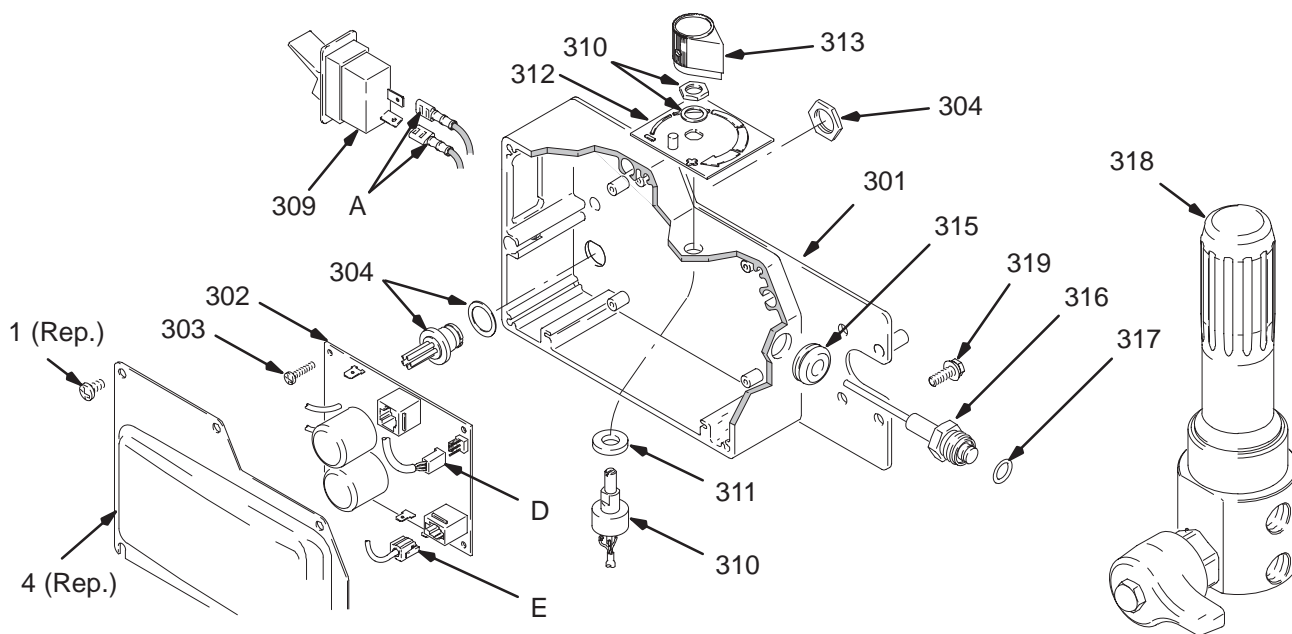

Fig. 15
2. Fig. 15. Enlever les cinq vis (307) et le capot (322).
3. Débrancher les deux fils (A) sur le commutateur MARCHE/ARRÊT (309).
4. Appuyer sur les deux ergots de chaque côté de l'interrupteur MARCHE/ARRÊT (309) et le démonter.
- Fig. 15. Enlever les cinq vis (307) et le capot (322).
- Débranchement sur la platine de commande (302):
- Fil (D) du potentiomètre.
- Fil (E) du capteur.
- Deux fils rouges (A) sur commutateur MARCHE/ ARRÊT (309).
- Retirer les quatre vis (303), le fil de terre vert et la platine de commande (302).
- Fig. 15. Remettre la platine de commande (302) en place avec les cinq vis (303).
- Branchement de la platine de commande (302):
- Fil (E) vers capteur.
- Fil (D) vers potentiomètre.
- Fixer le capot (322) avec cinq vis (307).
- Débrancher le fil (E) de la platine de commande (302).
- Retirer les trois vis (319) et le filtre produit (318) du panneau (301). Tirer le connecteur du capteur avec précaution en le faisant passer à travers le passe-fil en caoutchouc (315).
- Enlever le capteur de pression (318z) et le joint torique (318aa) du corps de filtre (318).
- Fig. 15. Remonter le joint torique (317) et le capteur de pression (316) dans le corps de filtre (318). Serrer à 40,7–47,5 N.m.
- Enfiler le connecteur du capteur dans le passe-fil en caoutchouc (315). Remonter le filtre produit (318) sur le panneau (301) en le fixant avec trois vis (319).
- Brancher le fil (E) sur la platine de commande (302).
- Débrancher le fil (D) de la platine de commande (302).
- Desserrer les vis de réglage sur le bouton du potentiomètre (313) et démonter le bouton, l'écrou de l'arbre, la rondelle (310) et le potentiomètre de pression (310).
- Enlever le joint (311) du potentiomètre (310).
- Fig. 15. Remettre le joint (311) sur le potentiomètre (310).
- Monter le potentiomètre (310), l'écrou de l'arbre, la rondelle (310) et le bouton du potentiomètre (313).
- Tourner l'arbre du potentiomètre (310) dans le sens horaire vers la butée intérieure. Monter le bouton du potentiomètre (313) sur la broche de la plaque (312) et laisser un jeu de 1 à 1,5 mm entre le bas du bouton et la plaque.
- Brancher le fil (D) sur la platine de commande (302).
- Mettre l'interrupteur MARCHE/ARRÊT sur MARCHE (ON).